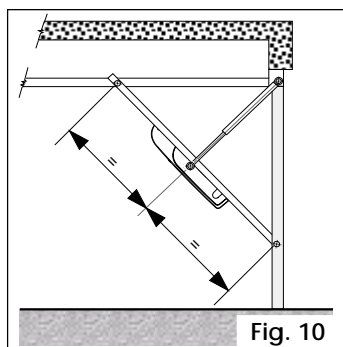

Fig. 10
• **basculante con guide orizzontali (Fig. 10)**